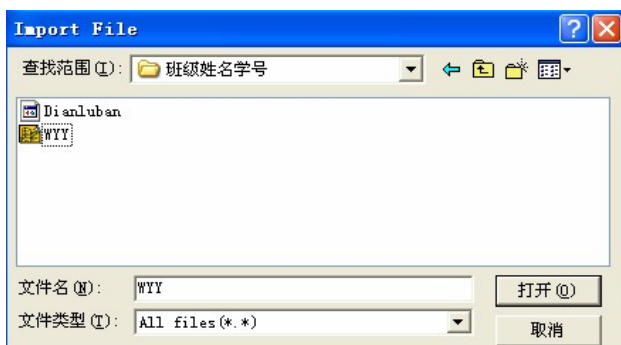

图 1-6 导入文件对话框
(1) 双击桌面上的 Protel 99 SE 快捷图标 ，新建一个设计数据库，名为“第二个设计.ddb”。
(2) 打开 Documents 文件夹，然后在工作窗口的空白处单击鼠标右键。
(3) 在弹出的快捷菜单中选择 Import。
(4) 在导入文件对话框中，找到 C:\ 班级姓名学号，如图 1-6 所示。
(5) 找到 WYY.Sch、Dianluban.PCB 文件，单击打开按钮，完成导入文件的操作。